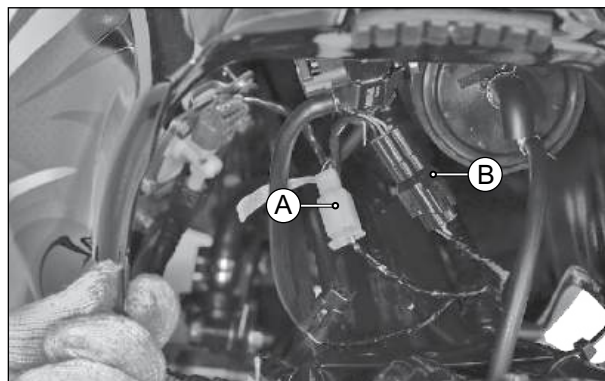

Fig. 1.35
- Desconecte o conector do sensor de nível de combustível (A) da fiação principal. (Fig. 1.35)
- Pressione a trava do conector da bomba de combustível (B) e desconecte cuidadosamente o conector da fiação principal. (Fig. 1.35)